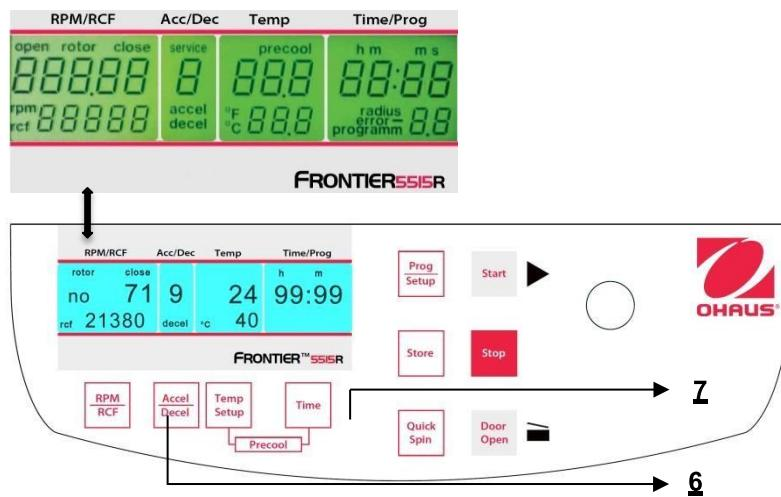

Abbildung. 30
Während die Zentrifuge ausgeschaltet ist, drücken Sie gleichzeitig die Tasten "Time"(6) und "Door Open" (7) und schalten Sie die Zentrifuge am Hauptschalter ein. Lassen Sie nun beide Tasten los und als ein Ergebnis hiervon wird ein Anzeigetest von ungefähr 5 Sekunden durchgeführt. Alle Indikatoren werden gleichzeitig erscheinen (siehe Abbildung 30).